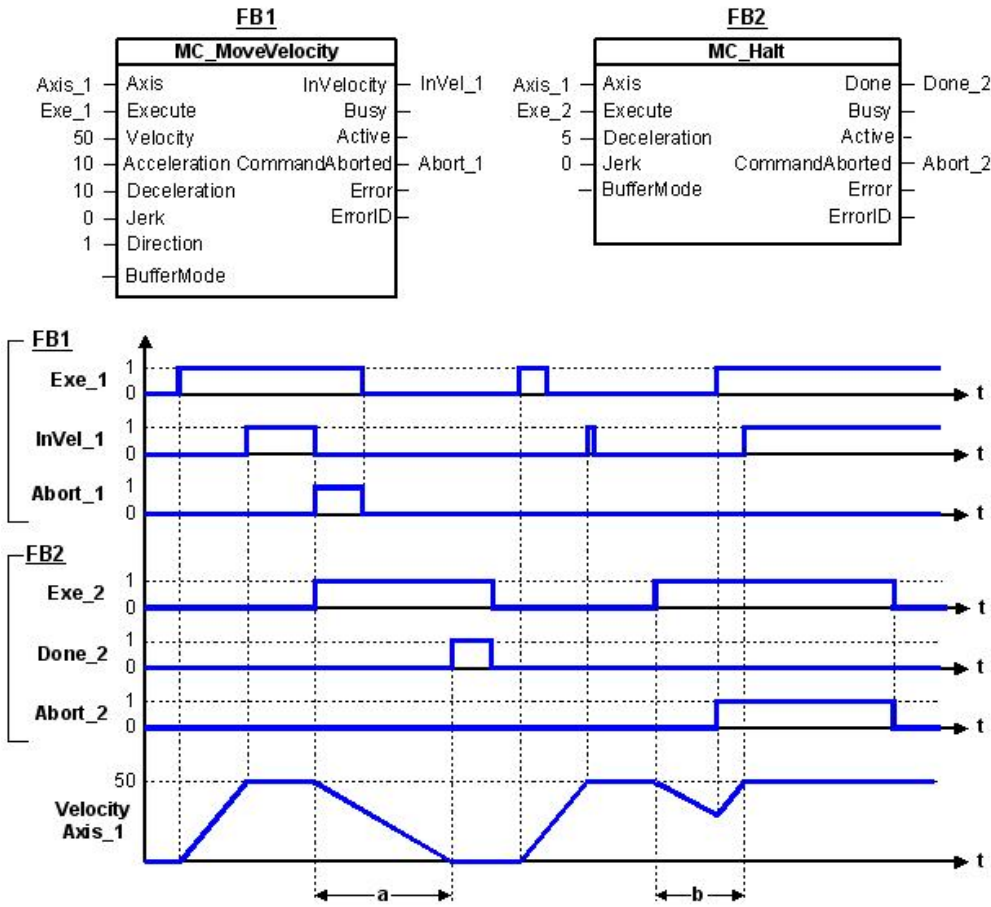

图 5.10 暂停运动
• 图 5.10 显示了 MC_MoveVelocity 指令正在执行运动的过程中, 被 MC_Halt 指令中断的行为。